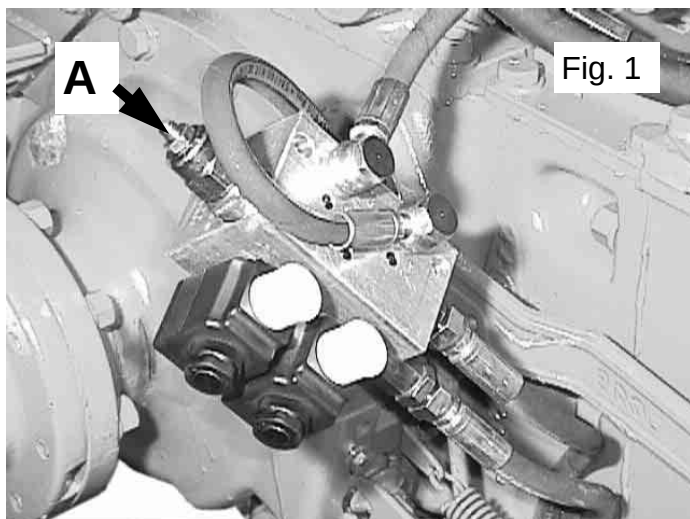

Fig. 1
- allentare il dado A di fig. 1 (vedi pagina successiva),
In fig. 1 e' illustrato il gruppo elettrovalvole che comanda l'inserimento della doppia trazione e del bloccaggio differenziale posteriore. (Part. 3 dello schema idraulico della pagina precedente.)
Tramite la valvola di massima indicata con il part. A di fig. 1 si effettua la registrazione della pressione utilizzata per l'inserimento della doppia trazione e il bloccaggio differenziale.